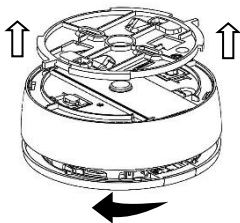

Figura 9
9. Per montare il rivelatore sulla staffa di installazione, allineare il riferimento sulla base con il riferimento della staffa, inserire i ganci della base negli appositi fori della staffa e poi ruotare il rivelatore in senso orario (*vedi Figura 9*).